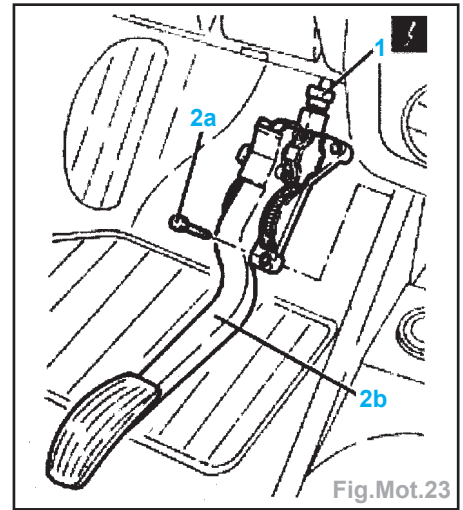

Fig.Mot.23
- Déconnecter la fiche (1), déposer les vis (2a) et la pédale d'accélérateur (2b) (Fig.Mot.23).
- Reposer la pédale d'accélérateur (2b), reconnecter la fiche (1) et rebrancher la batterie.